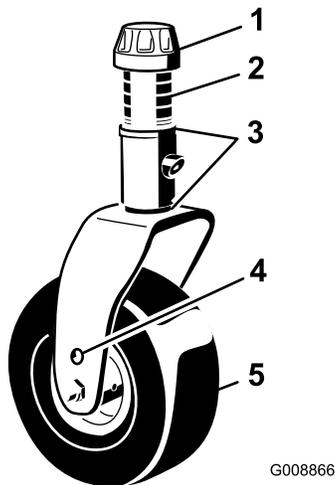

Figura 17
3. Retire a tampa de fixação do eixo roscado desloque o fuso (Figura 17) para fora do braço da roda giratória. Coloque ambos os calços (3 mm) no eixo, tal como se encontravam originalmente. Estes calços são necessários para atingir a mesma altura ao longo de toda a largura das unidades de corte. Desloque um número apropriado de cunhas de 13 mm (consulte a tabela abaixo) para o eixo para obter a altura de corte desejada; em seguida, desloque a arruela para o eixo.